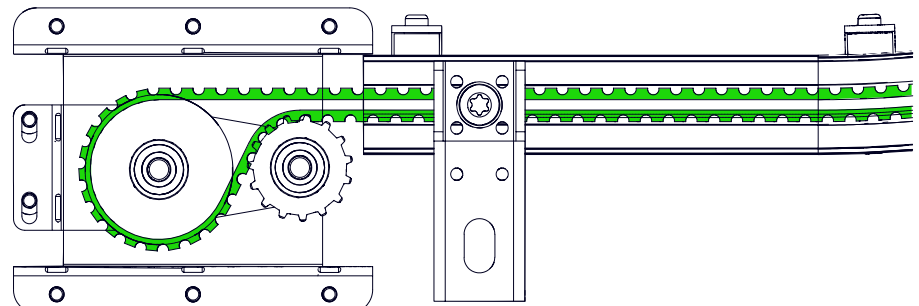

Abb. 73: Zahnriemen – Riemenverlauf in der Umlenkeinheit
- Ziehen Sie den Riemen zur Umlenkrolle am Schienenende und legen Sie den Riemen um die Räder entsprechend Abb. 73 bis beide Riemenenden bei dem Zugwagen zusammenkommen.